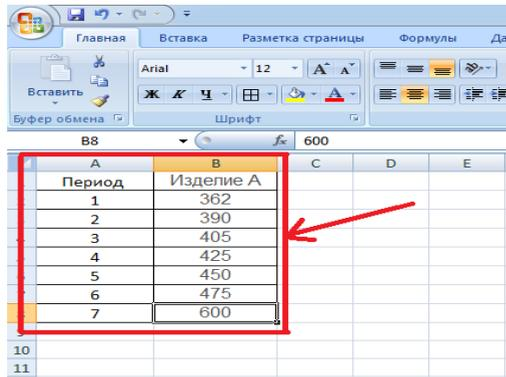

Рис.2.1. Исходные данные
1) Создаем в Excel таблицу с исходными данными (рис. 2.1).
2) Выделяем ячейки B2:B8 и перейдя на закладку «Вставка» выбираем «График» (рис. 2.1).